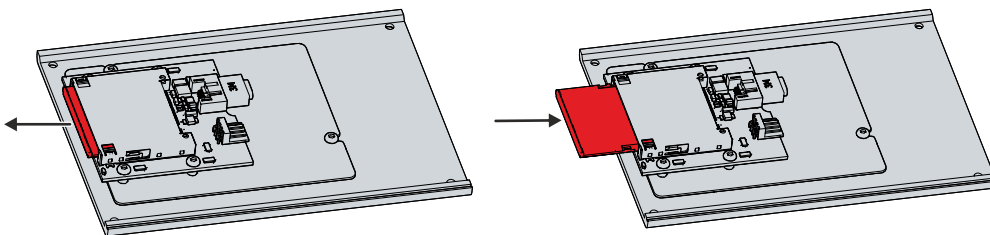

Abb. 18: Austausch CFast
1. Ziehen Sie die CFast aus der Halterung heraus (siehe Abb. 18).